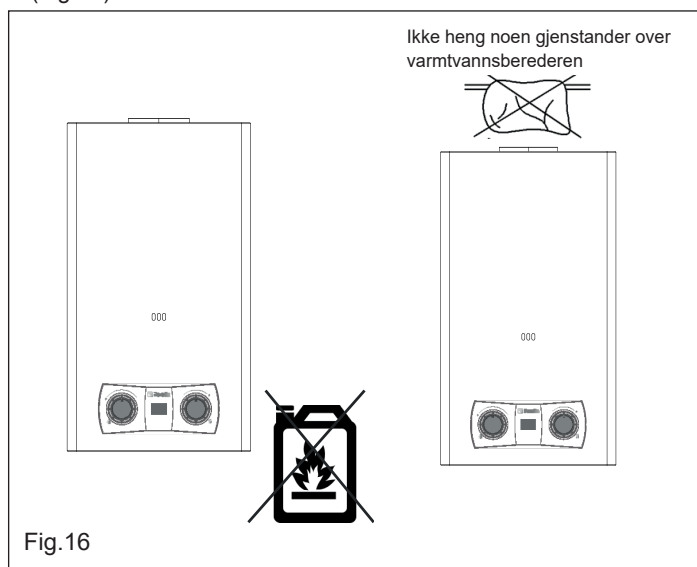

Fig. 16
- Ikke plasser noen materialer, særlig ikke brennbare, under, i nærheten av eller over produktet (Fig. 16) og ikke lokker luftinngangen (Fig. 13).